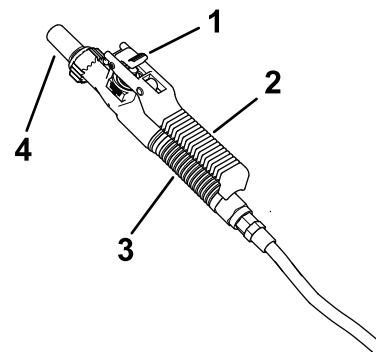

Figure 48
7. Serrez la gâchette de l'applicateur manuel pour commencer à pulvériser; verrouillez la gâchette en place au besoin (Figure 48).
8. À la fin de la pulvérisation, déverrouillez la gâchette de l'applicateur manuel si vous l'aviez verrouillée et relâchez-la (Figure 48)